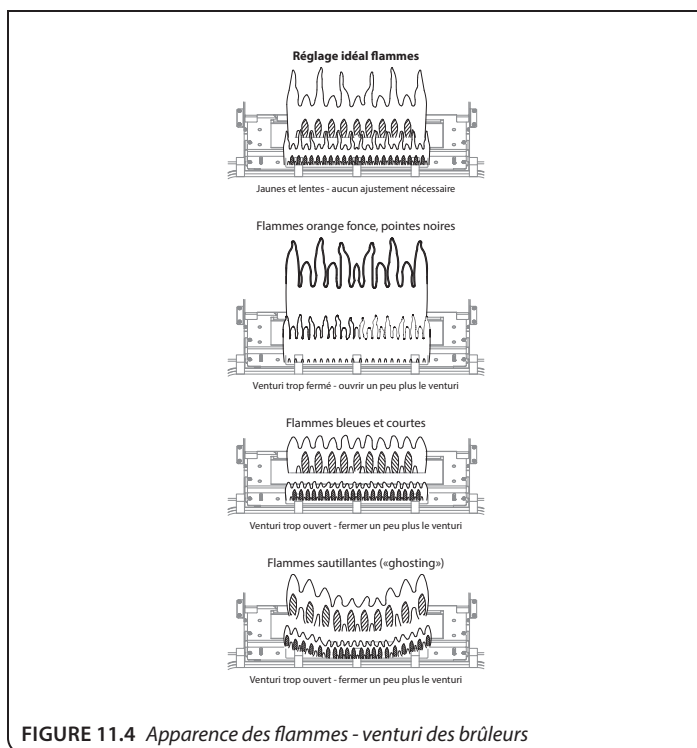

FIGURE 11.4 Apparence des flammes - venturi des brûleurs
3. Desserrez les vis des supports de venturi et ajustez les venturis tel que requis. Voir les directives de réglage de flamme à la FIGURE 11.4. Resserrez les vis, une fois terminé.